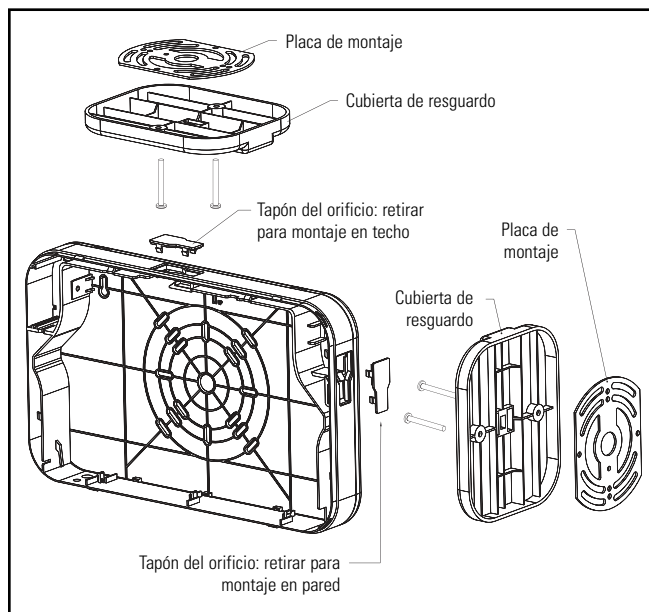

Figura 1
3. Si el montaje se realiza en el techo o en un extremo, retire el tapón del orificio correspondiente y colóquelo a presión en la cubierta de resguardo deslizándola en el orificio en forma de cerradura. Coloque el frente de la cubierta de resguardo a través del orificio de montaje hasta que el extremo del marco toque la cubierta de resguardo. Asegure el marco en la cubierta de resguardo deslizándolo en dirección paralela a la longitud de la cubierta de resguardo hacia el extremo estrecho del orificio de montaje. Deslice el marco hasta que ambos ganchos encajen en la cubierta de resguardo, para impedir que se mueva fuera del orificio. Ver Figura 1.